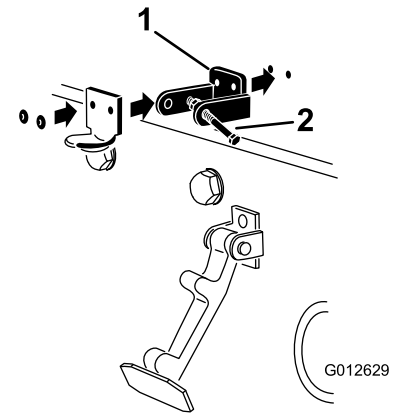

图 5
4. 对准安装孔的同时将 CE 锁定支架和机罩门锁支架放到机罩上图 5。
6. 用铆钉将支架和垫圈铆定到机罩 (图 5)。